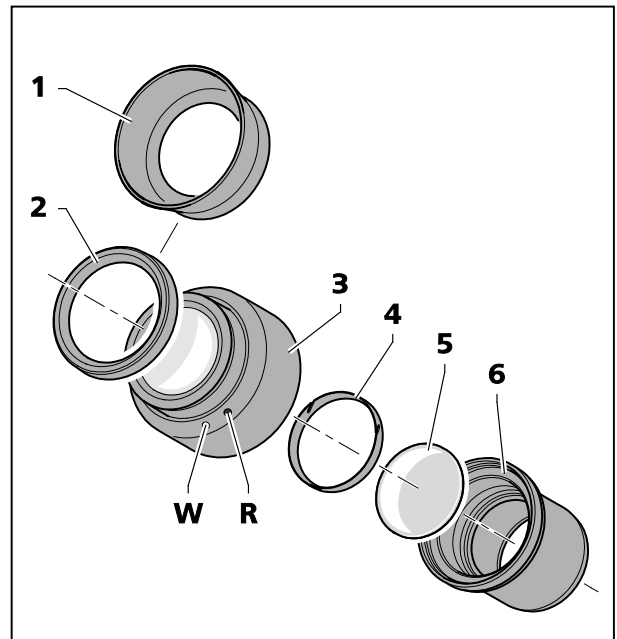

Fig. 11 Inserir o micrômetro ocular
As oculares estão providas de anéis de borracha protetores dos óculos para evitar arranhões nas lentes para óculos. Estes mesmos poderão ser substituídos, à escolha, por conchas oculares rebatíveis (Fig. 11/1).
- Para esse fim, remover os anéis protetores dos óculos (Fig. 11/2) das oculares e sobrepor as conchas oculares (Fig. 11/1).
- Desparafusar a peça de diafragma (Fig. 11/6) da ocular (Fig. 11/3).
- Extrair o anel retentor (Fig. 11/5).
- Inserir o micrômetro ocular (Fig. 11/4).
O deslocamento leve sobre a escala de dioptrias, causado pelo caminho óptico adicional, é tomado em consideração pelo fato de que a posição zero não é indicada pelo ponto branco (Fig. 11/W), senão pelo ponto vermelho (Fig. 11/R).